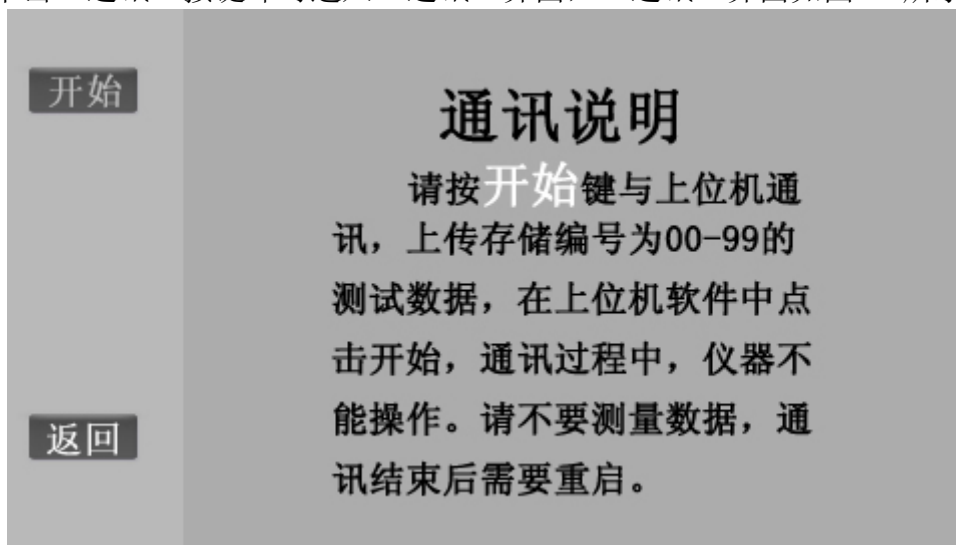

图 11 通讯
单击“通讯”按钮即可进入“通讯”界面，“通讯”界面如图 11 所示。
(2) 使用随机配置的串口数据线或 USB 数据线将计算机和仪器连接起来。仪器开机，进入通讯界面，如图 11 所示。
(3) 点击“通信连接”按钮，计算机与仪器进行联机，此时有以下两种情况：